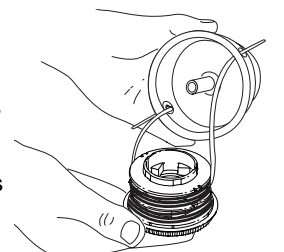

Fig. 21
1. Retirez le bouton de butée, le ressort et le joint en mousse en tournant le bouton de butée à gauche (Fig. 21).
4. Maintenez le moulinet intérieur et installez le bouton de butée, le ressort, et le joint en mousse en poussant le bouton de butée vers le bas et en le tournant à droite. Saisissez les extrémités et tirez fermement pour dégager le fil des fentes de retenue du moulinet intérieur (Fig. 21).
2. Tirez le bouton de butée, le ressort et le joint en mousse (Fig. 21).